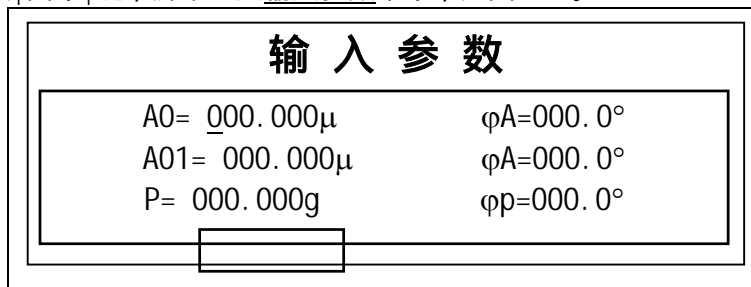
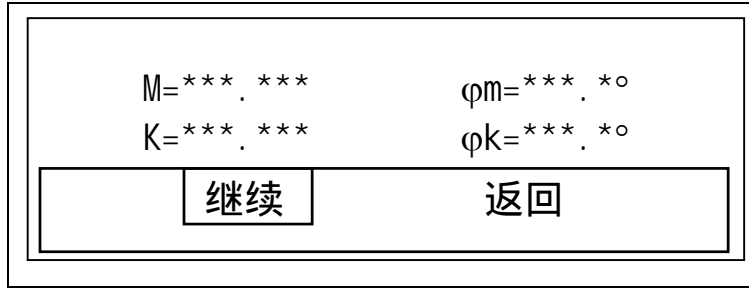

图4-39
图4-41
按|回车|键，屏幕进入输入参数菜单，如图4-39。
(3) 根据平衡工艺选择“移试重”或“不移试重”，按|回车|键，屏幕显示如图4-41。
(4) 如果对图4-41中的M及φm值有疑义，可以选择<继续>，按|回车|键，则屏幕返回输入参数画面（图4-39）以便输入参数重新计算。
如果确信图4-41中的计算结果正确，则可以按此结果加配重。并选择<返回>，按|回车|键，屏幕返回预置转速画面。动平衡过程结束。
(3) 如果对图4-41中的M及 φ_m 值有疑义，可以选择<继续>，按|回车|键，则屏幕返回输入参数画面（图4-39）以便输入参数重新计算。